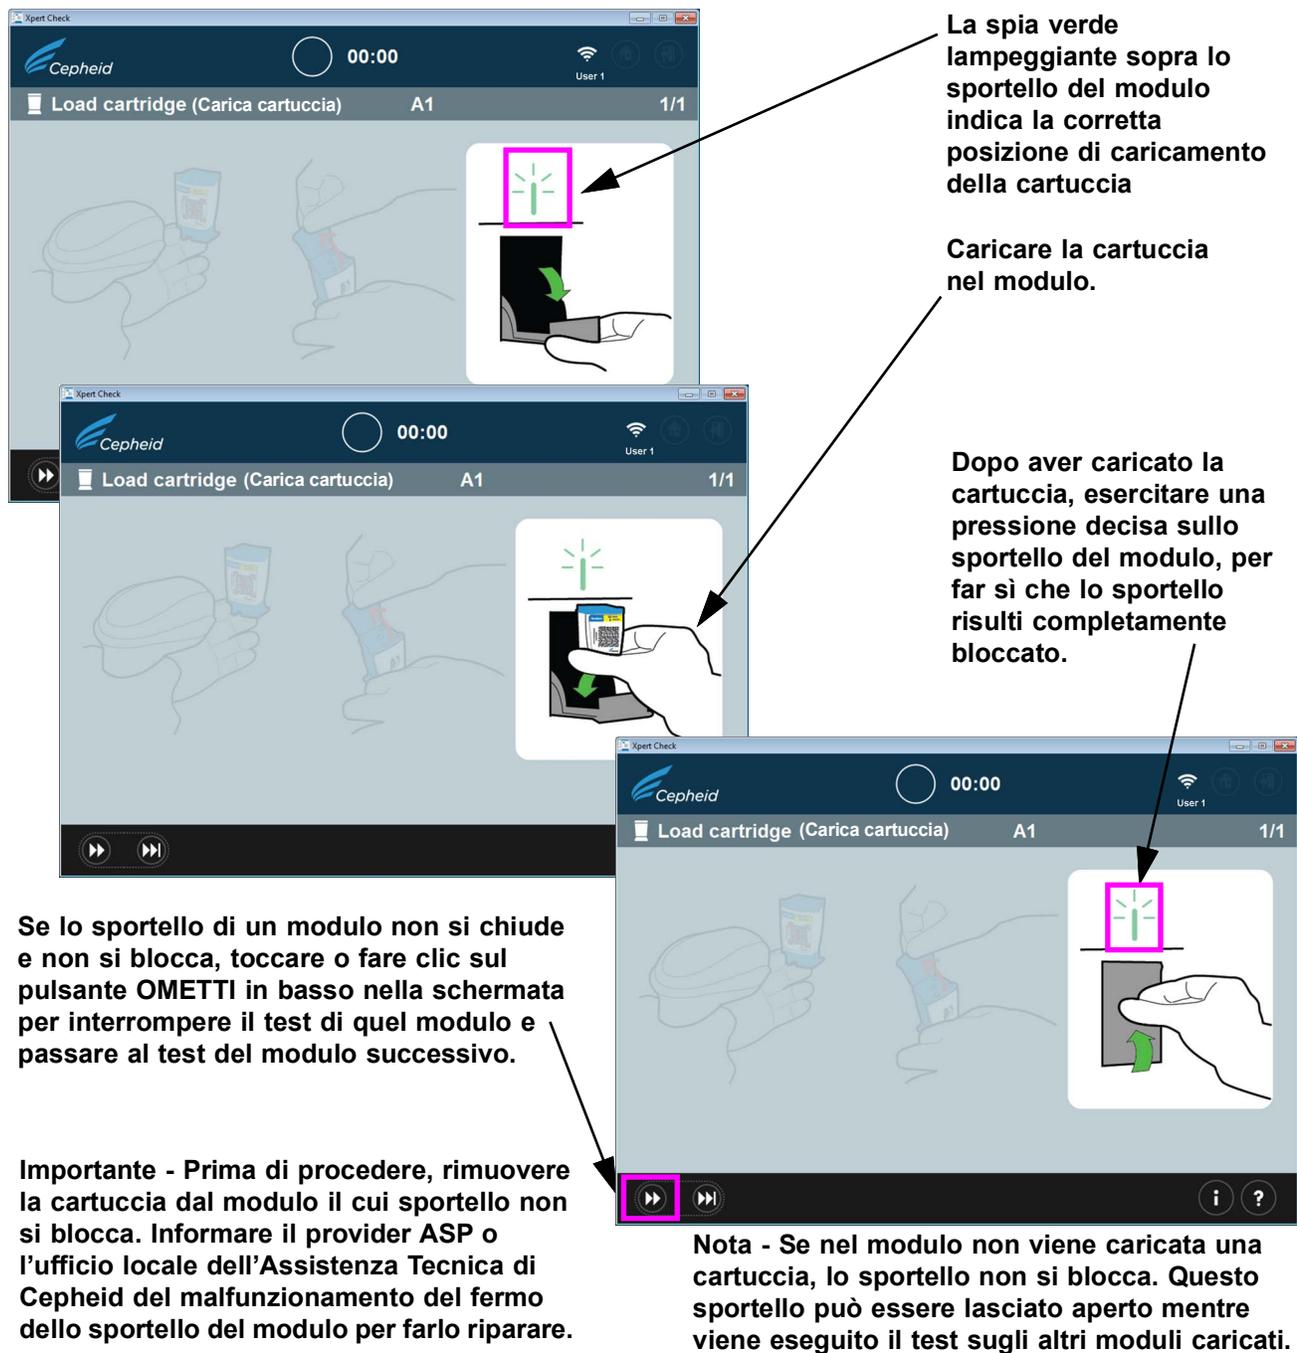

Figura 2-17. Caricamento della cartuccia all'interno del modulo
Una volta completata la scansione del codice a barre di una cartuccia, si osserverà nel sistema una spia verde che lampeggia sopra lo sportello del modulo in cui verrà caricata la cartuccia (vedere la Figura 2-17).
- D. Caricare la cartuccia nel modulo (con la linguetta della provetta di reazione rivolta in direzione opposta all'operatore), come indicato nelle schermate animate del software. Vedere la Figura 2-17.